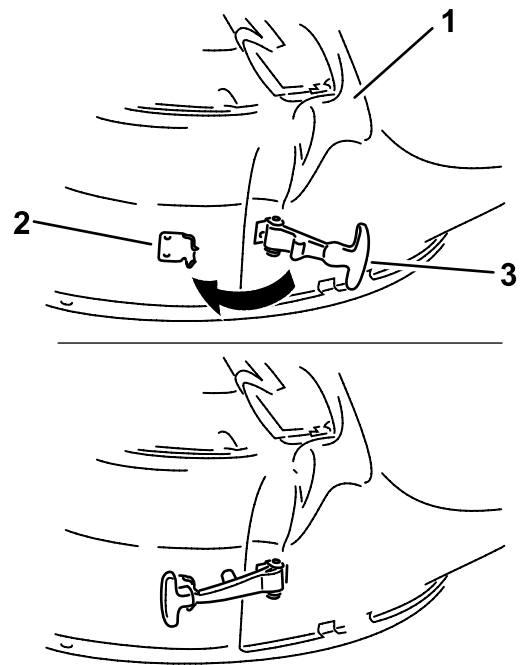

Figure 17
- Accrochez le verrou flexible de la goulotte à la gâche de retenue qui est soudée sur le plateau de coupe (Figure 17).